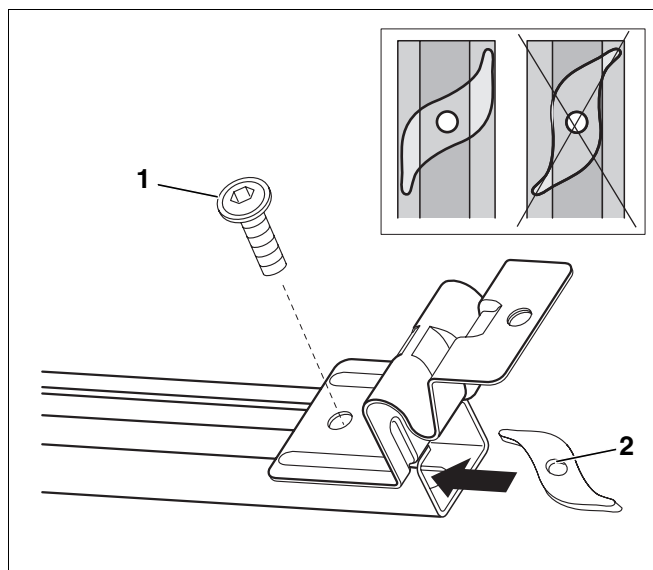

Fig. 15 Aparafusar o suporte do colector nivelado com o perfil
- ▶ Monte os suportes dos colectores (Fig. 15) de modo que a dobra para cima do suporte do colector fique alinhado com a extremidade do perfil. Esta não pode sobressair em nenhuma circunstância.
- ▶ Aparafuse o suporte do colector por meio das placas roscadas pré-montadas (de auto-bloqueio, de enroscamento difícil; Fig. 15, **Item 2**) e dos parafusos (Fig. 15, **Item 1**).